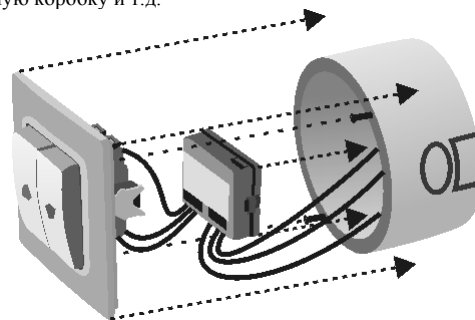

Рис. 1. Схема монтажа.
Модуль **MDT107, MDT115** выполнен в пластмассовом негорючем корпусе и предназначен для установки в монтажную коробку под выключатель (рис. 1). Возможна установка под колпачок люстры, распаечную коробку и т.д.
- 2.5. Закончить сборку согласно рис. 1 и модуль готов к работе.